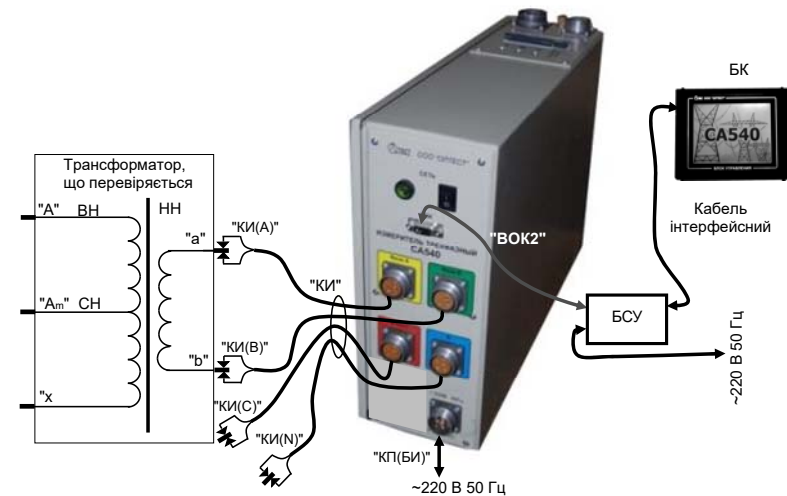

Рисунок 6.35
1) Зібрати вимірювальну схему при управлінні Вимірювачем від БК (рисунок 6.35).